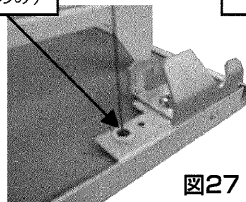

図27
- (1) 自動昇降パネルにテープ貼りしているワイヤーを外してください。次に、ワイヤー先端に取付けてある部品 (45・71形パネルの場合樹脂フック/112形パネルの場合金属製フック) をサービスパネルに取付けます。(図27、28) (断熱材を押し込んで、部品を取付けてください。)